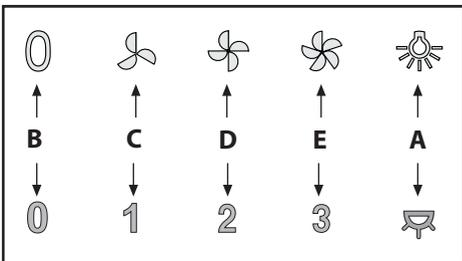

Fig.10
• **Mandos (Fig.10) mecánicos la simbología es la siguiente:**